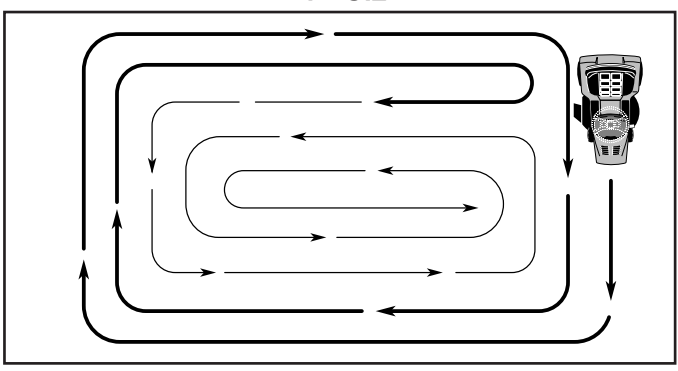

FIG. 8b
- Pour tondre une grande surface, on vous conseille de commencer par tourner à droite, de façon à ce que l'herbe ne soit pas déversée sur les arbrustes, les clôtures, les allées, etc. Après un ou deux tours, tondez en sens inverse en tournant à gauche jusqu'à ce que le travail soit achevé (Voir la Fig. 8b).